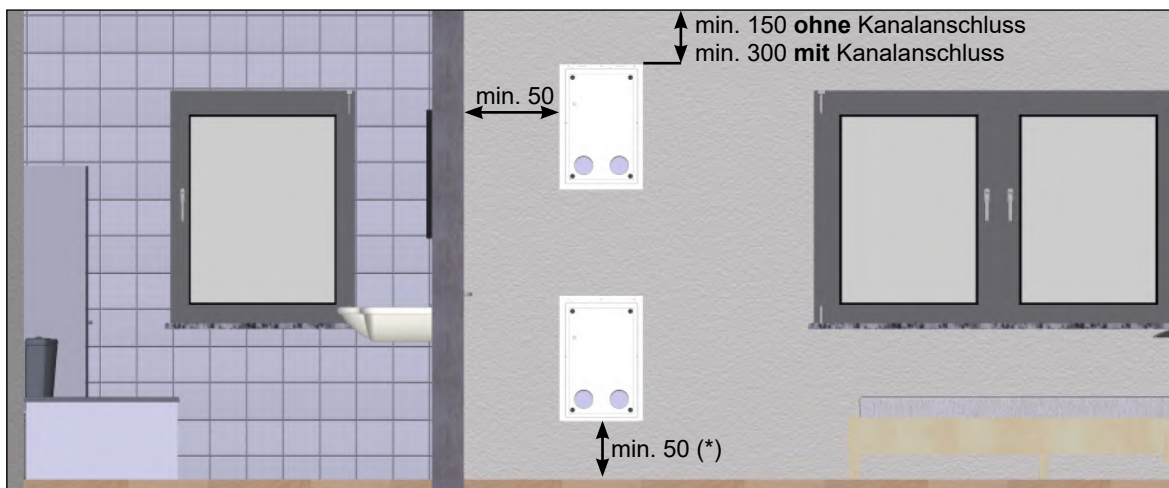
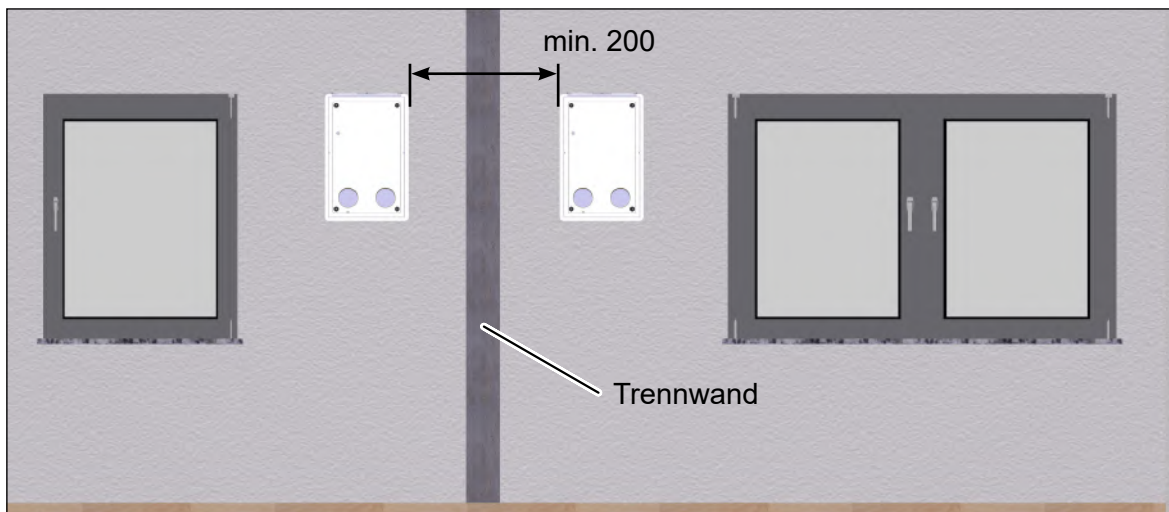

Abb. 4: Mindestabstände und Positioniermöglichkeiten des Montagesets M-WRG-II M/MB, Maße in Millimeter
Abb. 5: Seitlicher Mindestabstand zwischen zwei Mauerkästen, Maße in Millimeter
- ▶ Achten Sie auf folgende Mindestabstände (siehe Abb. 4 und Abb. 5):
- Der Abstand der seitlichen und unteren Mauerkastenkante zu angrenzenden Flächen sollte mindestens 50 mm (Ausnahme: bei Verwendung eines Kondensatanschlusses, siehe (*) in Abb. 4 auf Seite 10) betragen. Mit Einhaltung des Mindestabstands lässt sich das Lüftungsgerät leichter bedienen. Ebenso kann der Luftfilterwechsel ohne Beeinträchtigung durchgeführt werden.